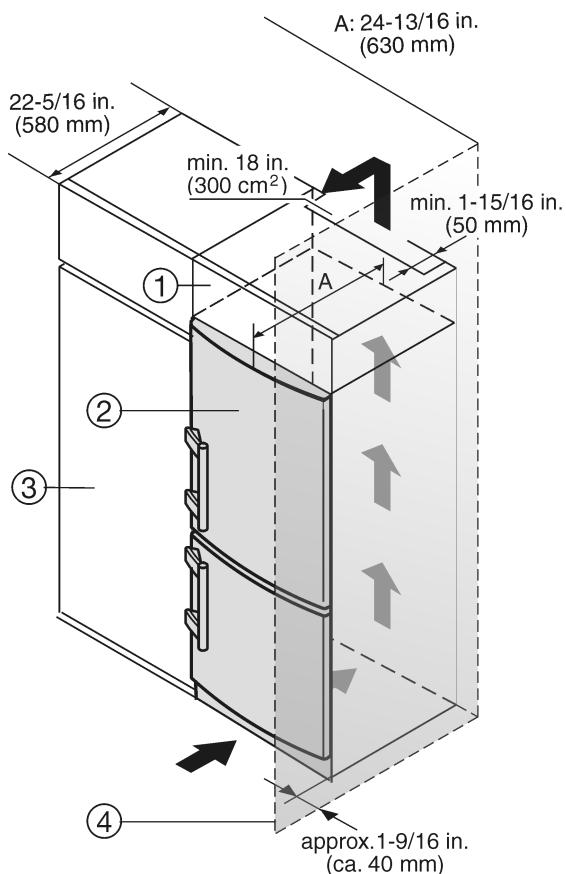

Fig. 32
(1) Armario superior
(2) Aparato
(3) Armario de cocina
(4) Pared
El aparato se puede rodear de muebles de cocina. Para adaptar el aparato Fig. 32 (2) a la altura del mueble de la cocina se puede colocar sobre el aparato un armario superior Fig. 32 (1) adecuado y acorde con el mobiliario.
Si la cocina posee armarios (profundidad máx. 22-27/32 " (580 mm)) el aparato se puede instalar directamente junto al armario de la cocina Fig. 32 (3). Desde el lateral, la puerta del aparato queda a 1-11/32 " (34 mm) de la parte frontal del armario de cocina, y desde el centro del aparato, a 1-31/32 " (50 mm). Por tanto, se puede abrir y cerrar sin problemas.
Si el aparato se instala con las bisagras junto a una pared Fig. 32 (4), la distancia entre el aparato y la pared debe ser de como mínimo 1-9/16 " (40 mm). Esto equivale al saliente del tirador con la puerta abierta.